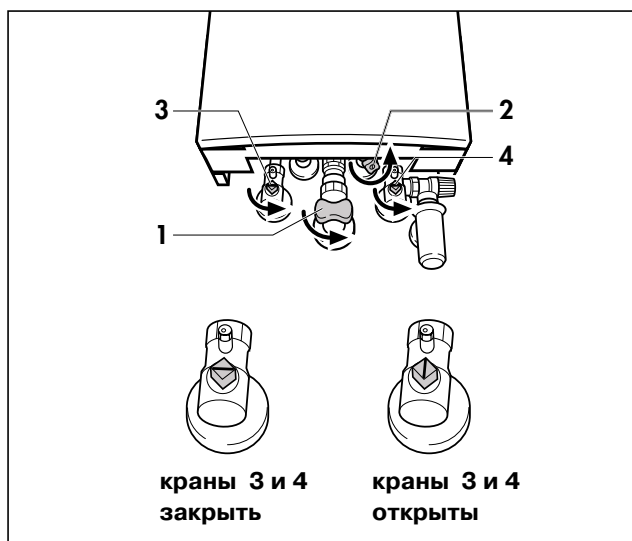

Рис. 3.4 Запорные краны (VC/VCW 126-356)
3.2.2 Контроль давления воды в системе отопления (рис. 3.4)
- Проверьте давления воды в системе отопления манометр (1).